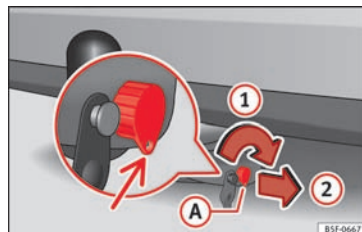
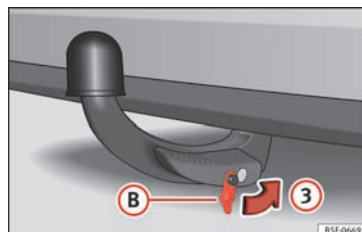

Fig. 223 Spærring af lås
Fig. 224 Påsætning af dækkap på lås
- Drej nøglen ④ i pilens retning ①, indtil den del af nøglen, hvori der er et hul, er placeret nederst » » Fig. 223.
- Træk nøglen ud i pilens retning ②.
- Sæt afdækningen (B) på låsen i pilens retning ③ » Fig. 224 » ①.